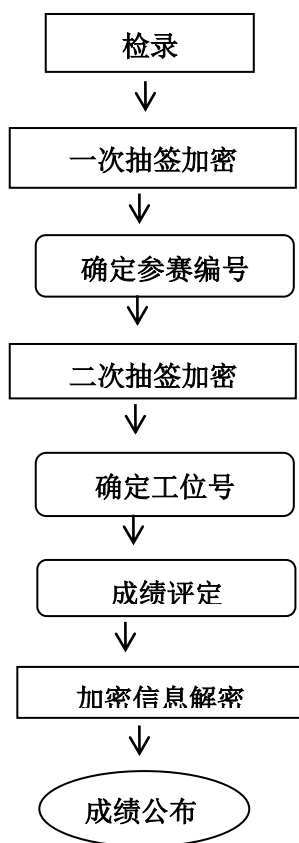

图 3 成绩管理基本流程
3.成绩管理基本流程如图 3 所示。参赛选手、裁判、工作人员进入比赛场地，严禁私自携带通讯、照相摄录设备。